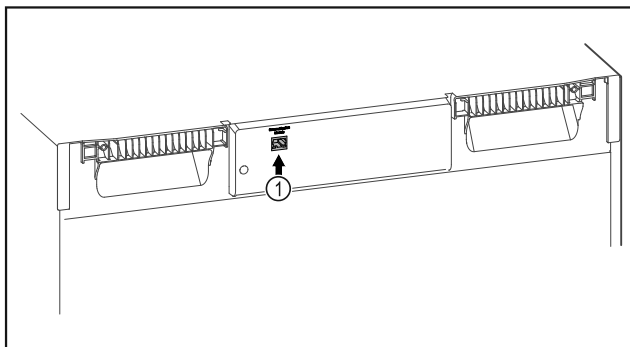

Fig. 142
- SmartModule Fig. 142 (1) установлен.